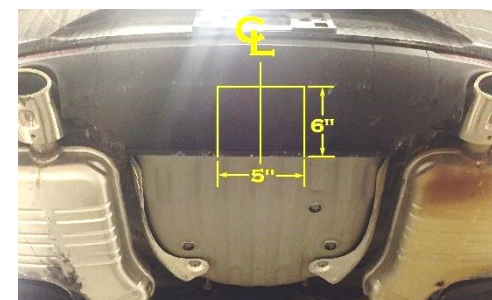

Figure 3
5. **Découpage du carénage inférieur** – Repérer le centre du carénage inférieur et découper une zone de 6 po de profond par 5 po de large, voir **Figure 3**. Découper davantage si nécessaire.